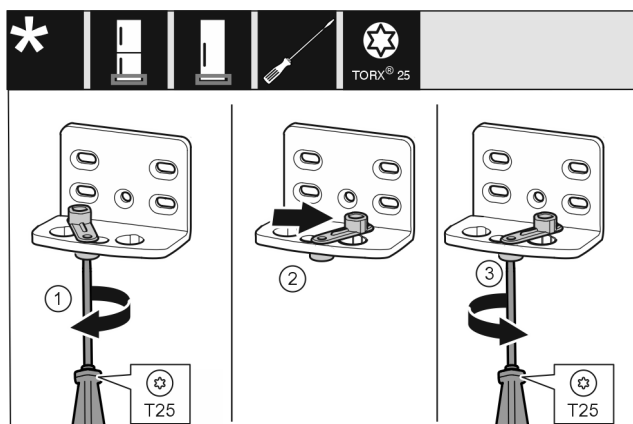

Fig. 14
- ▶ 用 T25 螺丝刀拧松螺钉。 Fig. 14 (1)
- ▶ 将关门辅助装置提起并向右 90° 转入钻孔。 Fig. 14 (2)
- ▶ 用 T25 螺丝刀拧紧螺钉。 Fig. 14 (3)